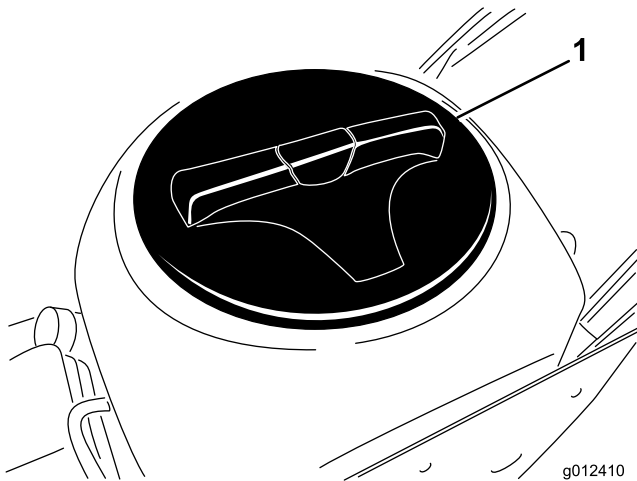

Figure 22
4. Enlevez le couvercle de la cuve (Figure 22).